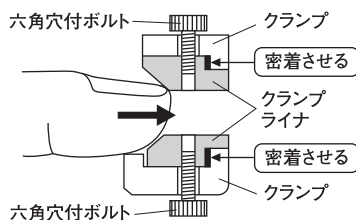

図 16
- ④ ライナを交換してサイズ変更する場合は、クランプとライナを密着させて固定してください。(図16)